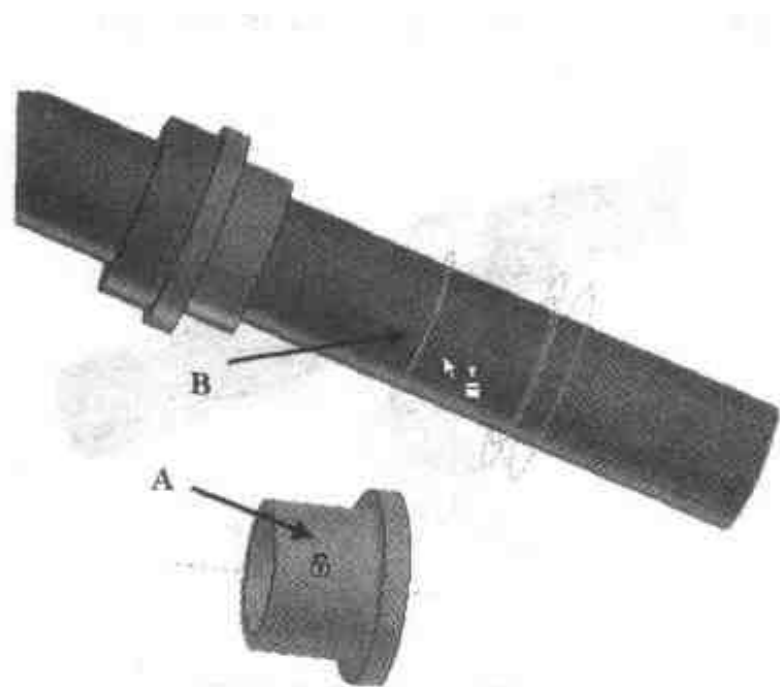

图 3.50 应用约束装配
- (1) 选择【文件】|【插入】|【零件/装配】命令，打开所附光盘的 score\example\jixie\3\换向机构\密封垫.ics 文件，单击【打开】按钮。
- (2) 单击【约束装配】按钮后，单击密封垫的外圆表面(图 3.50A)，按空格键更换装配类型到【共轴】，光标如图 3.50 所示，然后单击从动轴的外表面(B)。